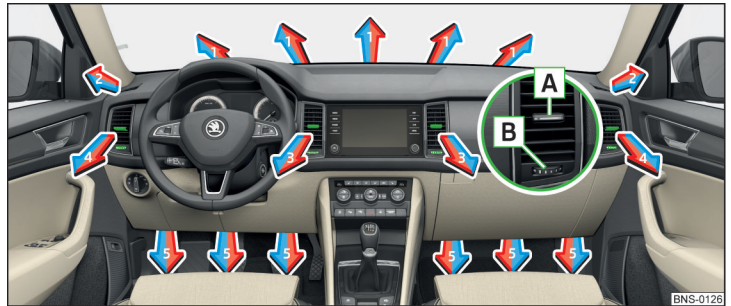
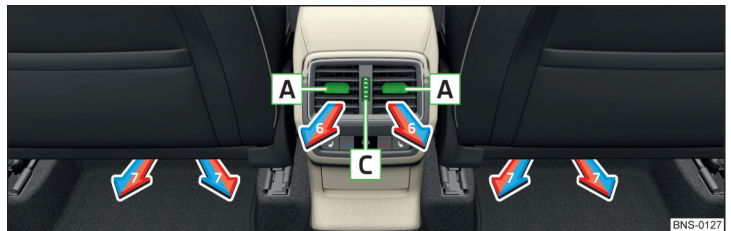

Abb. 169 Luftaustrittsdüsen vorn
Abb. 170 Luftaustrittsdüsen hinten
Bei den Luftaustrittsdüsen 3, 4 » Abb. 169 und 6 » Abb. 170 kann die Luftströmungsrichtung geändert und die Düsen können auch einzeln geöffnet und geschlossen werden.
Die Einstellung der Luftstromrichtung erfolgt durch das Verschieben des Verstellelements A » Abb. 169 bzw. » Abb. 170 in gewünschter Richtung.
- Den Regler B » Abb. 169 nach rechts drehen.
- Den Regler C » Abb. 170 nach oben drehen.
- › Den Regler **B** » Abb. 169 nach links drehen.
- › Den Regler **C** » Abb. 170 nach unten drehen.
Richtung des Luftaustritts einstellen	Luftaustrittsdüsen » Abb. 169 und » Abb. 170